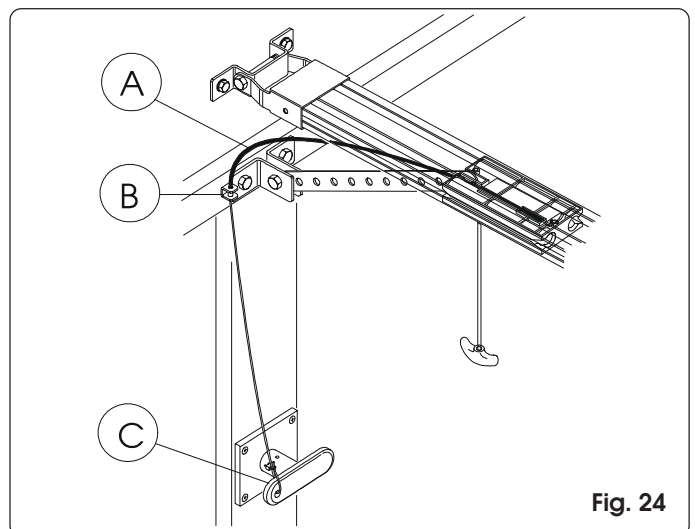

Fig. 24
- 1) Tagliare a misura la guaina del cavetto (fig. 24 rif. A).
- 2) Infilare il cavetto nella guaina e farlo passare nell'apposito occhiello dell'attacco sulla porta (fig. 24 rif. B).
- 3) Tagliare a misura il cavetto ed assemblarlo con la leva interna della maniglia di sblocco (fig. 24 rif. C).